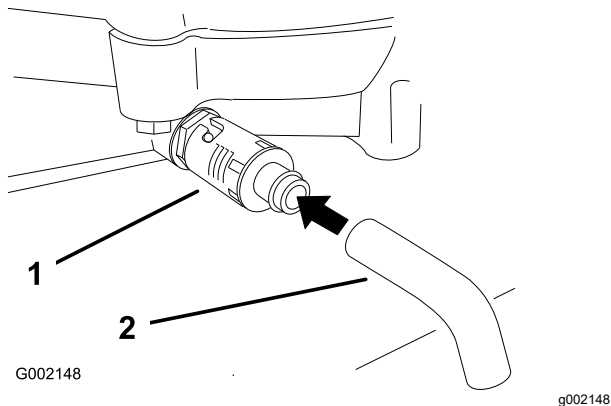

図 31
4. ドレンの下に廃油受けを置く。ドレンバルブを回して開き、オイルを排出する 図 31。